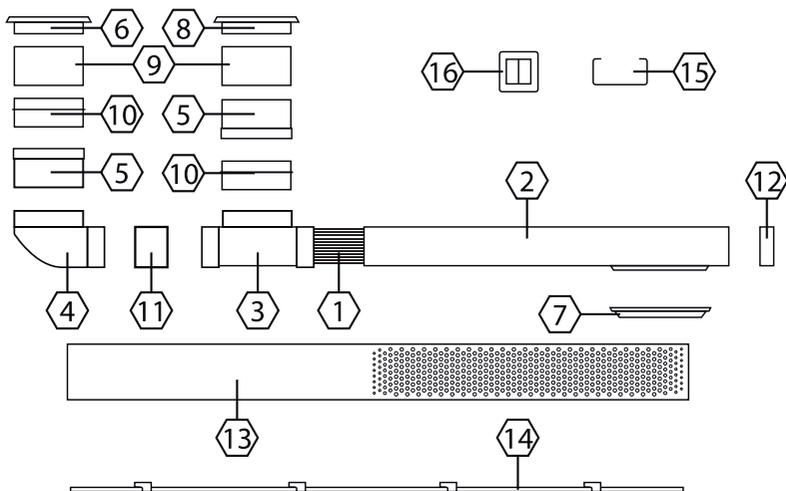

Рис.1. Комплектация моделей HFA30, HFA30t, HFA70, HFA70t
**В комплект поставки входят (рис. 1.):**
\* - Минимальный размер. Может быть увеличен до 500 мм с помощью замены соединительного кольца (дет. 9 на рис. 1,2) на дополнительный воздуховод (в комплекте).
6. В приточный и вытяжной каналы проденьте воздуховоды-удлинители. Для плотного соединения стыков вентиляторов и вент. каналов можно использовать изоляционную ленту. Длину дополнительных воздуховодов выберите исходя из толщины стены (дет. 9 на рис. 1, 2). Перед этим воздуховоды необходимо обернуть несколькими слоями фольгированного пенофола (фольгоизолон), либо, при отсутствии пенофола, утеплить с помощью любого другого теплоизоляционного материала. Также очень аккуратно утеплите теплоизоляционным материалом все пустоты между воздуховодом и стеной. Оставшиеся щели заполните монтажной пеной (в местах отсутствия утепления возможно появление конденсата).
7. Собрать рекуператор в соответствии со схемой (рис. 1,2). **ВАЖНО** Глубина на которую можно помещать приточный вентилятор (деталь №5) в колено 90° (деталь №4, рис. 1,2) не должна превышать 25мм.